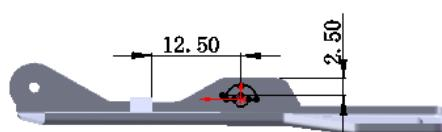

图 13.4.37 编辑草图
(4) 编辑草图，如图 13.4.37 所示。退出草图环境，完成成形特征 2 的创建。